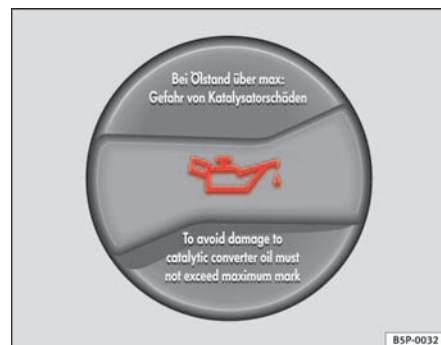

Fig. 155 Tampa da abertura de enchimento do óleo do motor no compartimento do motor
- Desenroskar o tampão do bocal de enchimento do óleo ⇒ **fig. 155**.